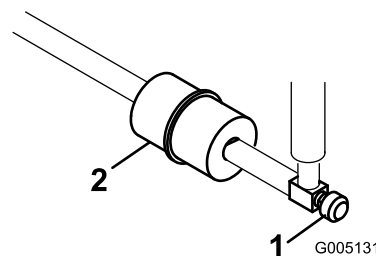

Figura 51
Nei tubi di alimentazione, tra il serbatoio del carburante ed il carburatore, è incorporato un filtro in linea (Figura 51). Sostituite il filtro ogni 800 ore o prima, qualora il flusso del carburante fosse ostacolato. Verificate che la freccia sul filtro sia diretta lontano dal serbatoio del carburante.
1. Chiudete la valvola di intercettazione del carburante, allentate la fascetta stringitubo dal lato carburatore e rimuovete il tubo di alimentazione dal filtro (Figura 51).
2. Collocate una bacinella di spurgo sotto il filtro, allentate la restata fascetta stringitubo e rimuovete il filtro (Figura 51).